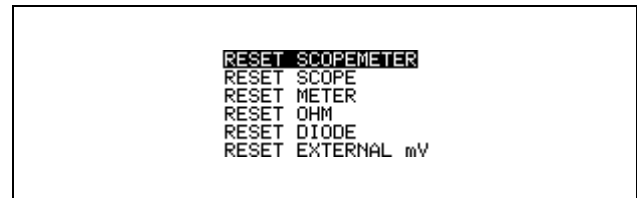

Abbildung 6-11 Das Fenster des Reset-Menüs
1. Drücken Sie (F2) im Menü "User Options", um das RESET MENU (siehe Abbildung 6-11) zu öffnen.